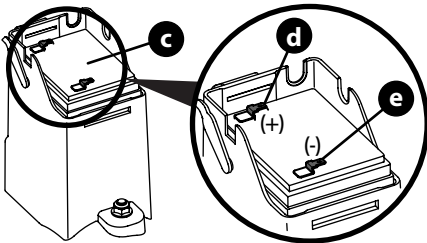

Figura 28
- Instalación de la batería (Figura 28):